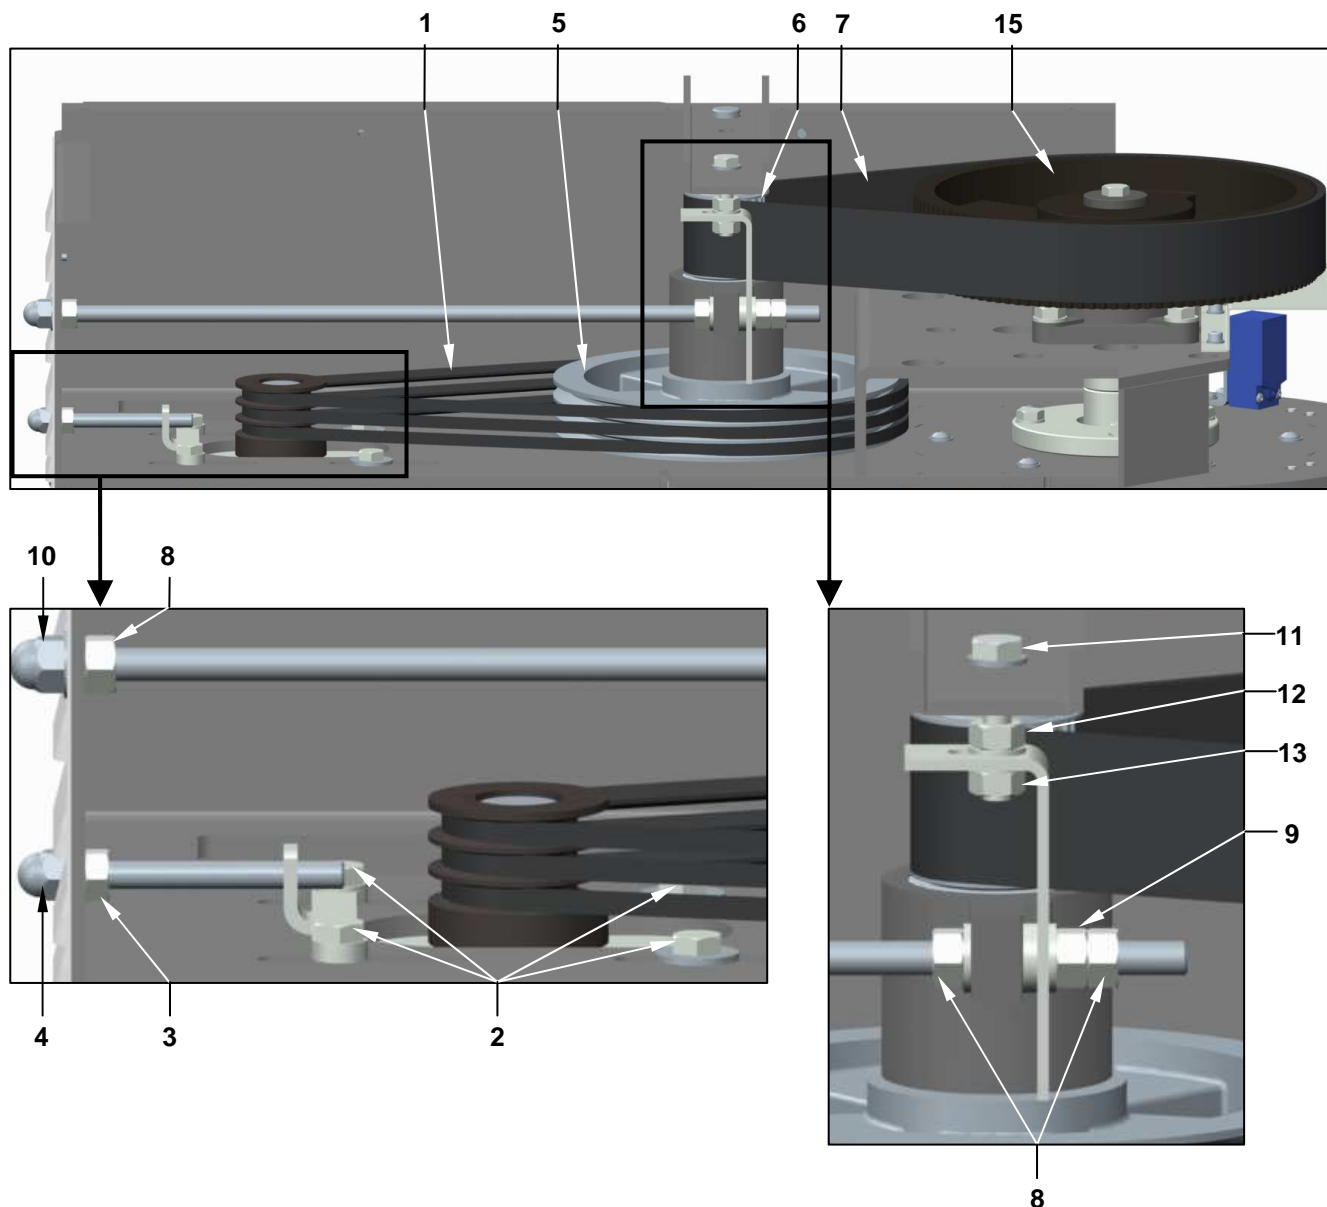

Рисунок 17- Регулировка напряжения ремней передачи
Эти операции относятся к процедуре чрезвычайных/внеплановых ремонтных работ. См. Рисунок 17 после демонтажа верхней защиты (достаточно раскрутить винты, которые её блокируют):
Перед началом работы выполните процедуры безопасности, описанные в разд. 4.1 и надеть перчатки. Если ремни сильно изношены, необходимо заменить их. Для этого достаточно ослабить их (см. разд.4.3) до упора для того, чтобы они вышли из желобов шкива и извлечь их из желобов шкива рис.5 Рисунок 17; вставить новые ремни и отрегулировать их напряжение (см. разд. 4.3).
Особенно внимательно необходимо относиться к замене зубчатого ремня рис.7 Рисунок 17, который должен идеально "сесть" в паз шкива рис.6 и рис.15 Рисунок 17; звук ремня во время движения должен быть слабым и не "прерывистым"
- d) установить диски рис.17 на трубке таким образом, чтобы их расстояние было меньше верхнего отверстия головки двигателя;
- e) изъять рифлёный кронштейн рис.2, вставить его в сквозное отверстие трубки рис.3, вставить прокладку рис.4 и зажать гайку рис.5; кронштейн должен находится между двумя дисками рис.17; с противоположной стороны закрутить вторую гайку рис.6;
- f) закрутить рифлёный кронштейн со стороны гайки рис.6, в резьбовое отверстие рис.14 вала двигателя, накладывая вторую прокладку (такую же, как на рис.4); диски рис.17 должны оставаться во внутренней части головки двигателя;
- g) закрепить гайку рис.6 с упорной шайбой на верхней части ведущего вала; приложить трубку рис.3 к тыльной стороне головки двигателя, переместить диски рис.17 и переместить их приблизительно на 2 мм от пластин, согнутых к внутренней части головки двигателя; обозначить позицию дисков на трубке; извлечь рифленый кронштейн и заблокировать каждый диск на трубке с помощью эластичного степселя диаметром 4 мм рис. 18 (осуществить сквозное радиальное отверстие в центре толщины каждого диска трубы на предварительно обозначенной позиции). Если диски стальные, возможно зафиксировать их на трубе с помощью пайки.